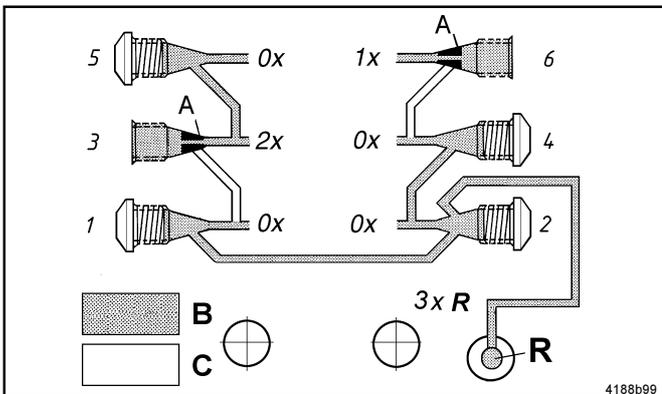

Abb. 5 - Interne Rückführung von Schmierstoff; nur bei hinten montierten Schmierstoffverteiltern ab Serien-Nr.998000100C/001
- wenn ab Serien-Nr.998000100C/001 (Abb. 5) der Auslaß 2 mit einer Verschlussschraube verschlossen wird. Schmierstoffmengen der geraden und ungeraden Auslässe sind über die Verbindung der Auslässe 1 und 2 zurückführbar.
- Zum Zurückführen immer bei den Auslässen mit den kleinsten Auslaßnummern beginnen, z. B. 2, 4, 6... oder 1, 3, 5... plus Auslaß 2. In Abb. 5 fließen die Mengen der Auslässe 1, 2 und 4 (3xR) in den Behälter zurück.